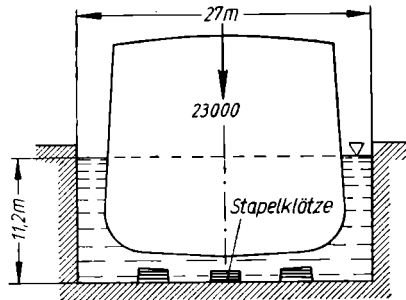

Bild 237
50. Ein Trockendock (Bild 237) hat ein prismatisches Wasserbecken von 236 m Länge und 27 m Breite. Nachdem das zu dockende Schiff eingefahren ist, wird das Tor hinter ihm geschlossen und das Wasser aus dem Dock ausgepumpt. Der Kiel des mit dem Wasserstande sinkenden Schiffes kommt auf Stapelklötzen zum Aufliegen; die Seitenwände des Schiffes werden durch allseitig angebrachte Streben gestützt, und der trockengesetzte Schiffskörper ist zur Ausführung von Ausbesserungsarbeiten zugänglich. a) Wieviel m^3 Wasser enthält das Dock bei 11,2 m Wassertiefe, wenn sich kein Schiff darin befindet, b) wenn ein 23000 Mp schwerer Dampfer eingefahren ist? c) Wie lange dauert in letzterem Falle das Auspumpen des Docks, wenn die Pumpen sekundlich 5 Kubikmeter Wasser fördern?